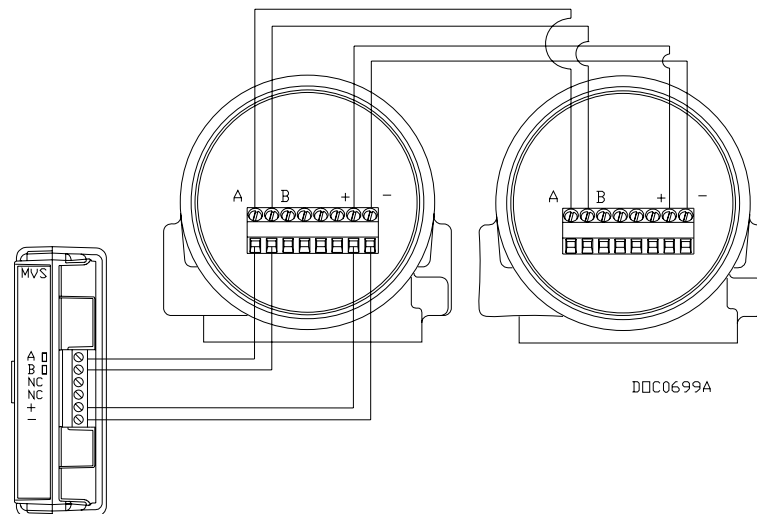

Рис. 6-2. Групповая конфигурация устройств MVS
7. После задания уникальных адресов для всех модулей MVS в **групповой конфигурации** соедините одинаковые клеммы (то есть соедините все клеммы “А” на устройствах с клеммой “А” на контроллере FB107 и т.п.). Подключение должно выполняться с контроллера FB107 **(последовательно)** через каждое удаленное устройство MVS, как это показано на *рис. 6-2*.